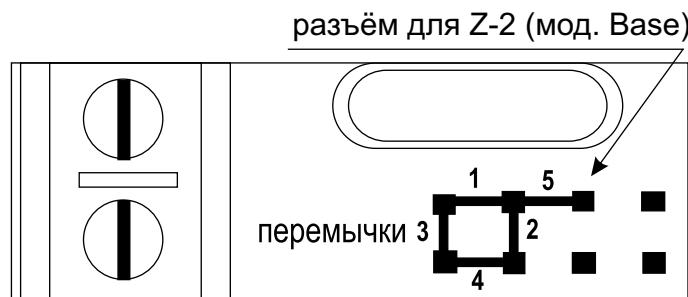

Рис. 3 Положение перемычек
В комплект поставки контроллера Z-5R входит перемычка, которая используется для программирования контроллера (всего пять положений) (см. рис.3).
4. Установите защитный диод (см. рис.6). В случае, если замок электромеханический, установите перемычку в положение 1 (см. рис.3).